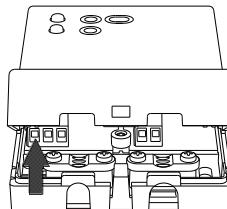

Abb. 3
- 3 Die Abdeckung nach oben heben und entfernen (Abb. 3).
- 7 Legen Sie das Kabel auf dem Sockel und klappen Sie die Abdeckung in Richtung Unterseite; drücken Sie so lange nach unten, bis die Sperrkunststoffklappe in das Loch an der Unterseite der Abdeckung springt (Abb. 3).